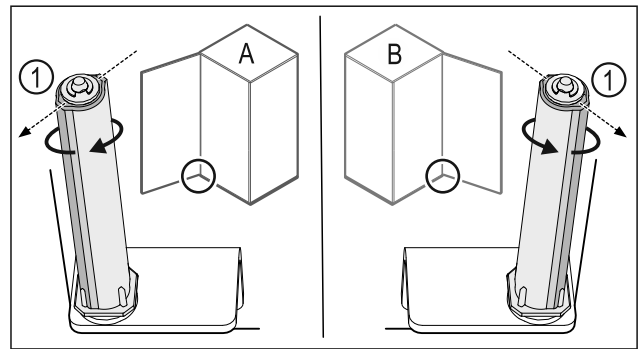

Fig. 46 Ľavý doraz (A)/pravý doraz (B)
- Otáčajte systém zatvárania proti odporu, kým nebude mostík systému zatvárania Fig. 46 (1) ukazovať von.